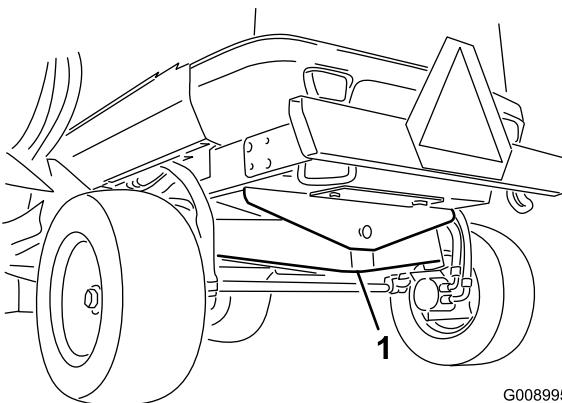

Figure 39
- 1. Point de levage avant (2)
- Au centre du pont arrière à l'arrière de la machine (Figure 39).